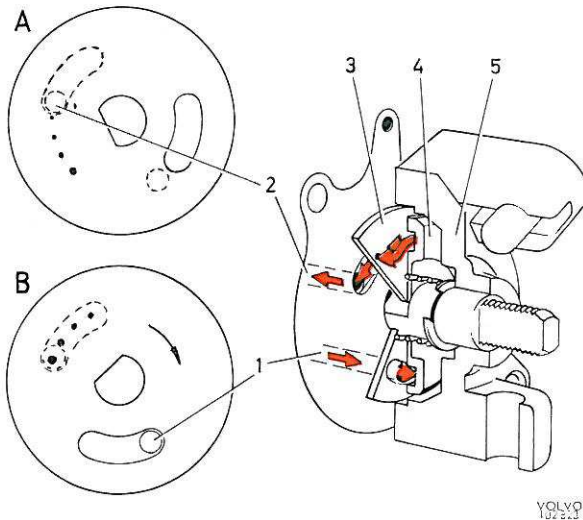

Figure 72. Dispositif de départ à froid
Pour faciliter le démarrage du moteur par temps froid, le carburateur est muni d'un dispositif de départ à froid (figures 72 et 73).
Le dispositif de départ à froid comprend un disque de dosage (3, figure 72) muni de quatre trous calibrés et d'une longue rainure en boutonnière, un disque de communication (4) muni d'un canal
annulaire et monté sur un axe qui est actionné par la commande de starter. Lorsqu'on tire la commande de starter, le disque de dosage pivote et établit la communication entre la cuve du carburateur et la buse du carburateur, qui est située entre le piston à dépression et le papillon d'accélérateur: l'essence venant de la cuve par le canal (1, figure 72) traverse la rainure en boutonnière du disque de dosage, suit le canal annulaire du disque de communication et ressort par un ou plusieurs trous calibrés du disque de dosage pour pénétrer dans la buse du carburateur. Il y a donc